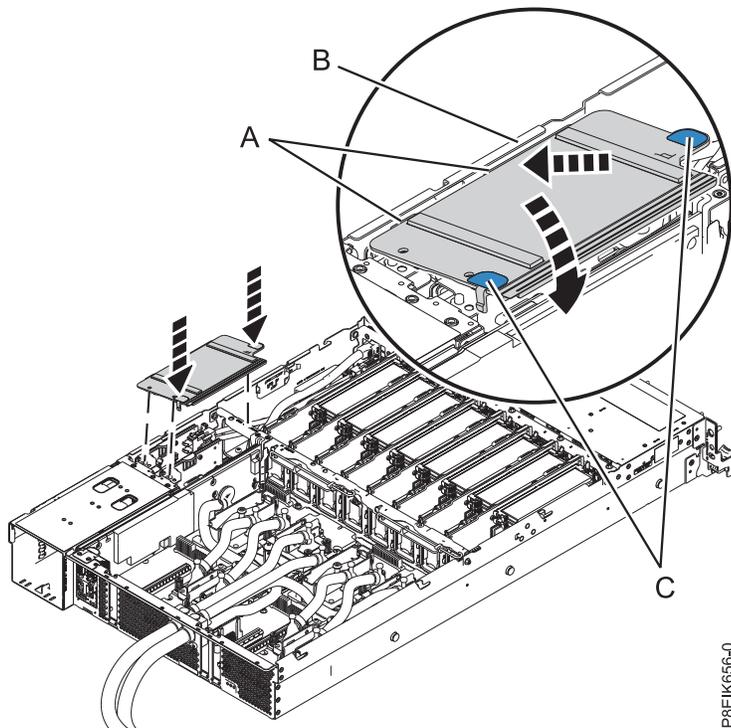

図 63. 電源ライザー・エア・パツフルの取り付け
4. 電源ライザー・エア・バッフルを取り付けます。バッフル内の穴がシステム上のピンの位置と合っていることを確認します。青色のタブ (C) を使用して、バッフルの端 (A) をシステムの側面 (B) に挿入します。次に、バッフルを下に倒して所定の位置に固定します。 56 ページの図 63を参照してください。